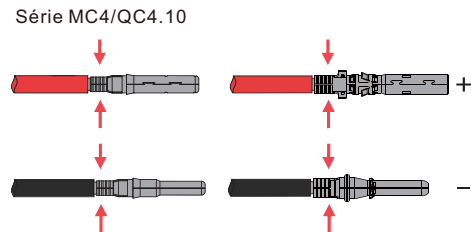

Figure 4.1-2 Raccordement des câbles PV aux connecteurs PV
Étape 2. Raccordez les câbles PV aux connecteurs PV. Voir Figure 4.1-2.